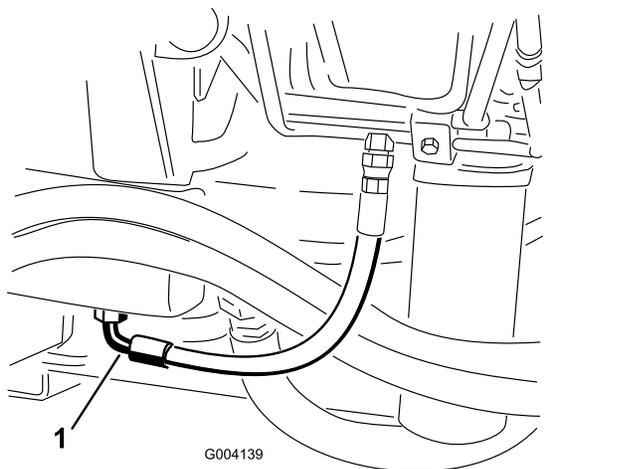

图69
2. 在液压油箱底部安装的接头下面放置一个大放油盘 图 69。